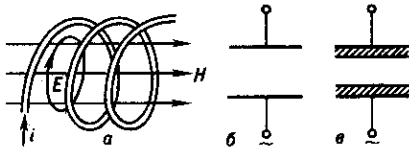

Рис. 8. Способы возбуждения ВЧ-разрядов: а — индукционный; б — ёмкостный; в — ёмкостный безэлектродный (изоляторы заштрихованы).
**Высокочастотные разряды** бывают двух типов: индукционные (ВЧИ) и ёмкостные (ВЧЕ). Безэлектродный ВЧИ-разряд обычно зажигают внутри диэлектрич. трубки, вставленной в катушку (достаточно и неск. витков), по которой пропускается ВЧ-ток (рис. 8, а). В этом случае перем-
ВЧЕ-разряд при низких и ср. давлениях ( $p \sim 10^{-1}-10^2$  тор) обычно зажигают, подавая ВЧ-напряжение на плоские электроды. Электроды могут быть и оголёнными, и изолированными от плазмы диэлектрич. пластинами (рис. 8, б, в). Весь разрядный объём в плоском промежутке